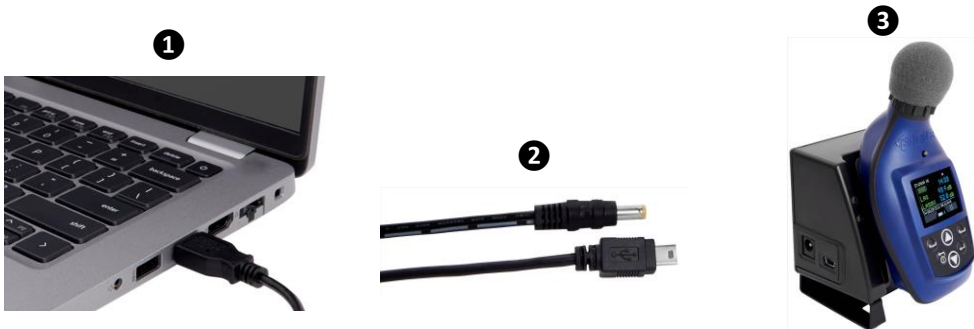

Figura 3-4: Comunicación: conexión de un Edge acoplado a un PC
2. Conecte el cable USB al equipo (consulte el **1** en Figura 3-4).